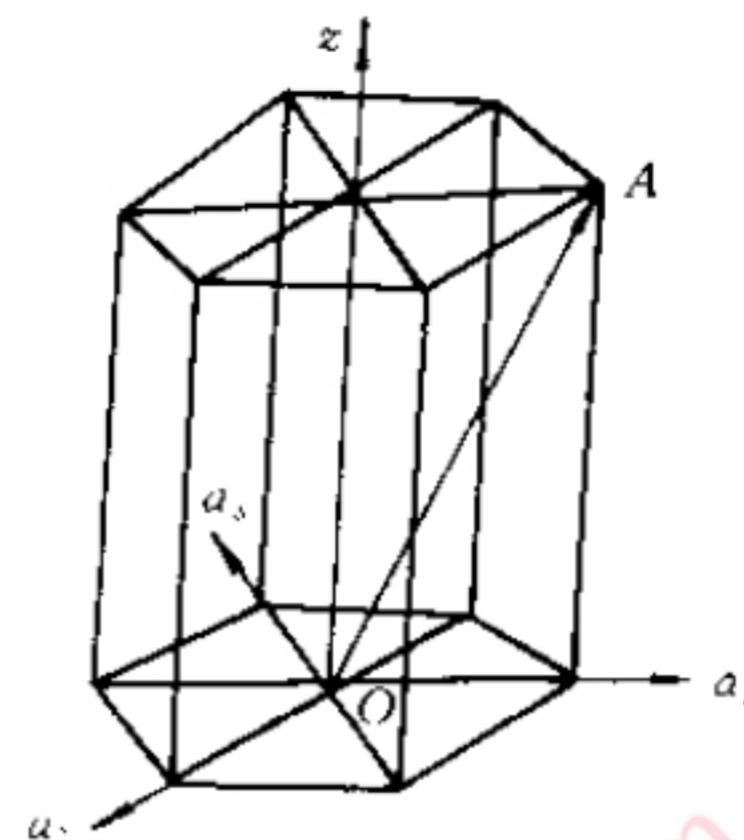

图 1-6 \overrightarrow{OA} 晶向
(1) 绘出以下常见晶面: $(11\bar{2}0)$, $(01\bar{1}0)$, $(10\bar{1}2)$, $(1\bar{1}00)$, $(\bar{1}012)$;
(2) 求出图 1-6 中所示晶向的晶向指数。
(2) 图 1-6 中, OA 晶向的确定: